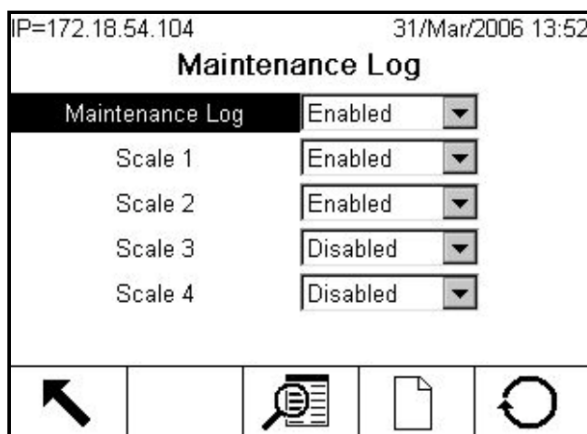

Figure C-34: Écran de configuration Maintenance Log
1. Appuyez sur la touche programmable CONFIGURER  et sélectionnez ensuite **Maintenance > Configurer > Changer Journal**. L'écran de configuration Changer journal (Figure C-34) s'affiche.